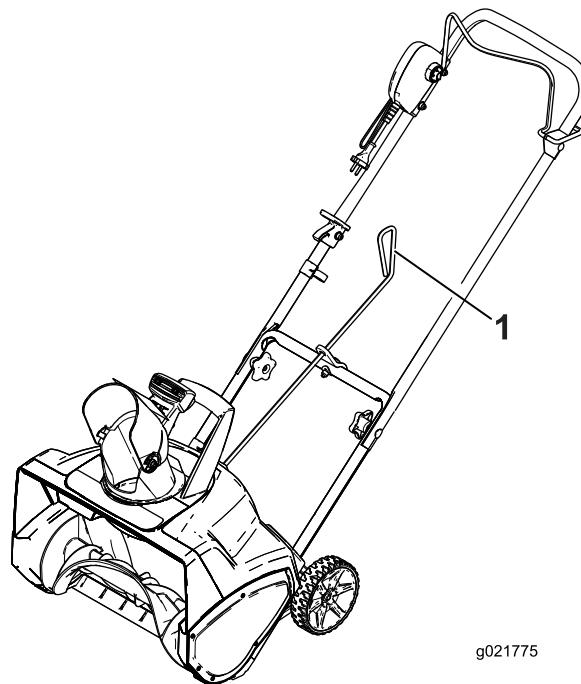
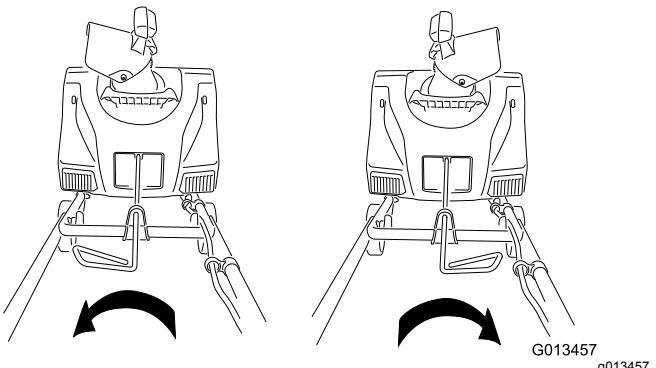

Figura 6
Figura 7
4. Certifique-se de que a pega da barra de controlo da calha está virada para cima (Figura 6) e insira a barra no furo na parte de trás da caixa.
6. Mova a pega na barra de controlo da calha para assegurar que se move na mesma direção que a calha (Figura 7).
Para ajustar a calha de descarga, move a pega na barra do controlo da calha na direção que deseja dirigir o feixe de neve (Figura 6 e Figura 7).